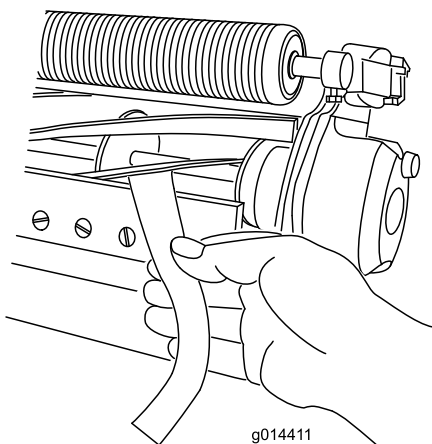

図 5
3. リール前面の左右いずれかの端を選び、リールと下刃の間に長く切った新聞紙片を差し入れる (図 5)。リールをゆっくり前回転させながら下刃調整ネジを締め (新聞紙を入れた側の調整ネジを、1 目盛りずつゆっくと)、新聞紙を前から (ベッドナイフの上面に平行に) 入れると軽く挟まれる程度に調整する。新聞紙を引っ張ると軽い抵抗が感じられるようにする。
5. 両側の調整ができれば最終確認を行う：紙片をリールの前から差し込んだ時にははさむだけ、下から差し込むと切れるのが正しい調整である (図 5)。